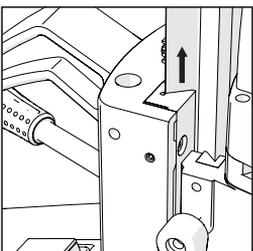

Fig. 14
**Anmärkning:** S28MAG har två kilar (**Fig. 14**) varav en är justerbar.